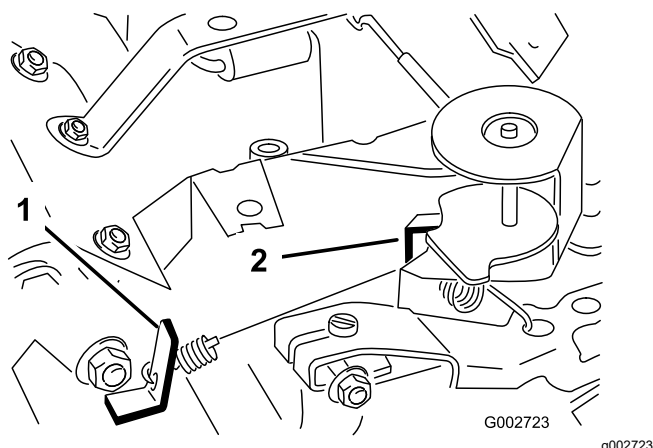

Figura 39
3. Doble la pestaña de anclaje del muelle de regulación del ralentí (Figura 39) hasta obtener una velocidad de ralentí de 1725 ± 50 rpm.
6. Doble la pestaña de anclaje del muelle de alta velocidad (Figura 39) hasta obtener una velocidad alta de 3400 ± 50 rpm.